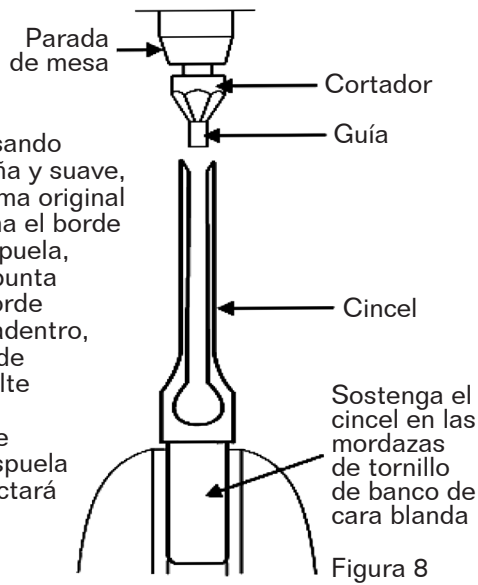

Figura 8
2. Afila el cincel con un cortador de cincel de mortaja con el piloto del tamaño correcto. (El tamaño del piloto diferirá según el tamaño de su cincel). Dos o tres vueltas del cortador en un portabrocas de carpintero deberían ser suficientes para afilar el cincel, como se muestra en la Figura 8.